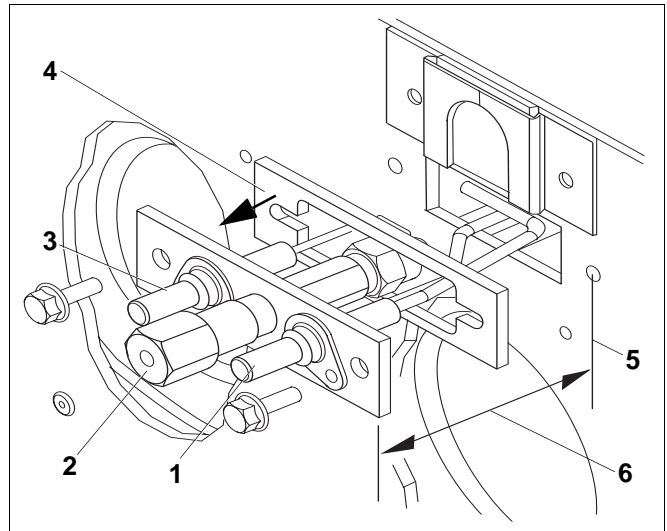

Abb. 1 Einbausituation Zündbrenner S03
- Zündbrenner, daran montiert Klemmring und Mutter für Startgasleitung \varnothing 4 mm (Abb. 1),
- Distanzstücke (Abb. 1, **Pos. 4**),
- Prüfen, ob das Abstandsmaß "X" (Abb. 1, **Pos. 6**) die Montage von Distanzstücken erforderlich macht, siehe Tab. 1.
- Distanzstücke auf neuen Zündbrenner montieren und neuen Zündbrenner einbauen. Dabei auf die Einbaulage achten: Zündelektrode links (Abb. 1, **Pos. 3**), Ionisationselektrode rechts (Abb. 1, **Pos. 1**).
Legende für Abb. 1